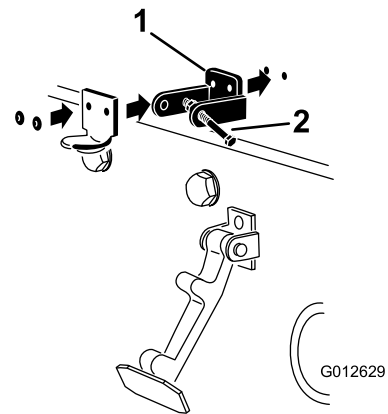

Figura 18
3. Alinee los taladros de montaje y posicione el cierre de seguridad para CE y el cerradero sobre el capó. El cierre de seguridad debe estar en contacto directo con el capó (Figura 18). No retire el conjunto de perno y tuerca del brazo del cierre de seguridad.
5. Remache el seguro de cierre, el cerradero y las arandelas al capó (Figura 18).